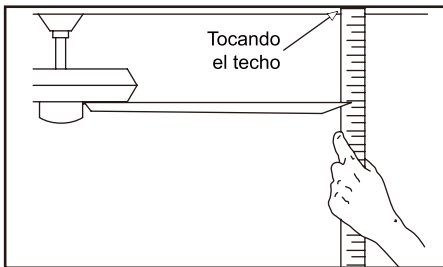

Figura 15
2. La mayoría de los problemas de oscilación del ventilador se deben a que las aspas no están al mismo nivel. Verifica este nivel seleccionando un punto en el techo sobre la punta de una de las aspas. Mide desde un punto en el centro de cada aspa al punto en el techo. Mide esta distancia como se muestra en la Figura 15. Gira el ventilador hasta que la siguiente aspa quede en posición para medir. Repite el procedimiento para cada aspa. Las desviaciones de la medición no deben pasar de 3.2 mm. Enciende el ventilador por 10 minutos.